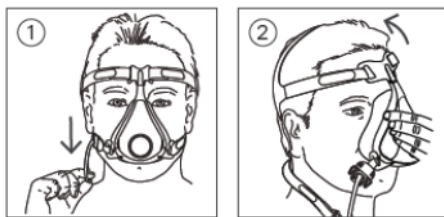

図2-2 取り外し方法
- (1) クイックリリースクリップのコード部を下に引くと、クリップ部が外れる。
(図2-2-①参照)
- (2) クッションを持ち上げて頭から外す。(図2-2-②参照)